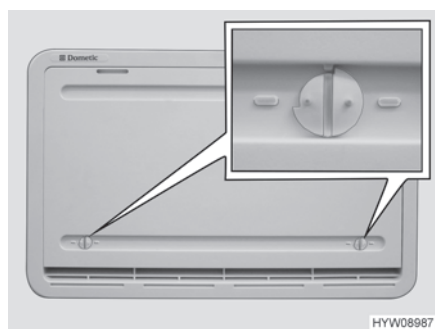

Fig. 157 Copertura invernale
Se il funzionamento del frigorifero avviene a basse temperature esterne, il produttore consiglia l'utilizzo di una copertura invernale (Fig. 157) per la griglia di aerazione del frigorifero.
- Aprire entrambi i bloccaggi (Fig. 157), la scanalatura risulterà orizzontale.